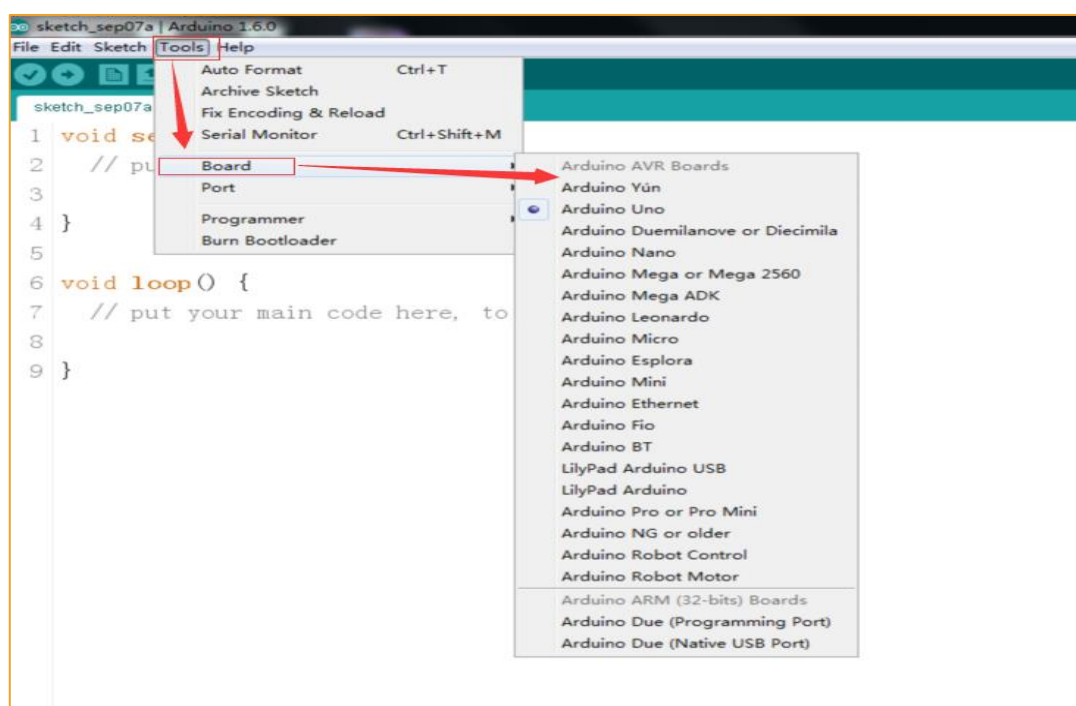

图 4-12 Tools 界面
3、点击 Tools，弹出如图 4-12 所示界面，这里我们可以看到 Board 和 Port 两个选项。在 Board 选项中，我们可以看到常用的 Arduino 开发板型号，大家只需要根据自己手中的开发板进行选择即可。在 Port 选项中，主要是对 USB 串口进行选择，如图 4-13 所示，如果不确定，可先在“设备管理器”中查看，然后选择对应的 COM 口即可。